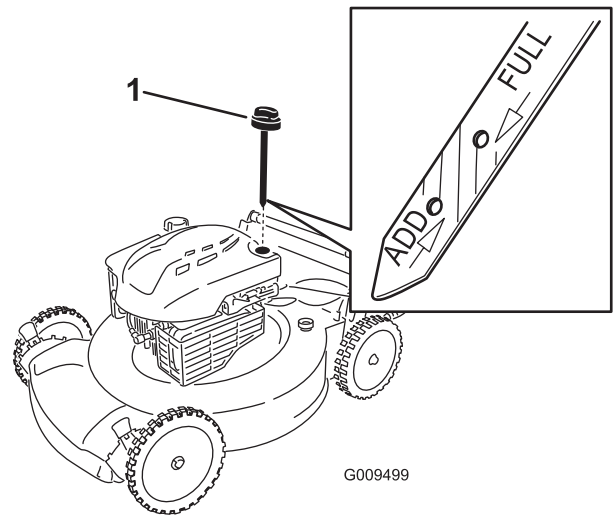

Bild 25
6. Nehmen Sie den Peilstab aus dem Öleinfüllstutzen (Bild 25).